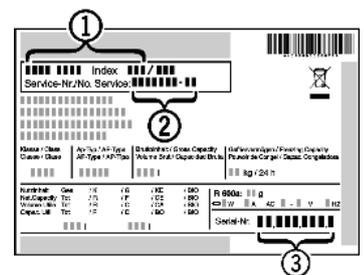

Fig. 21
- ▶ Считать обозначение устройства *Fig. 21 (1)*, сервисный номер *Fig. 21 (2)* и серийный номер *Fig. 21 (3)* с заводской таблички. Заводская табличка находится внутри устройства слева.